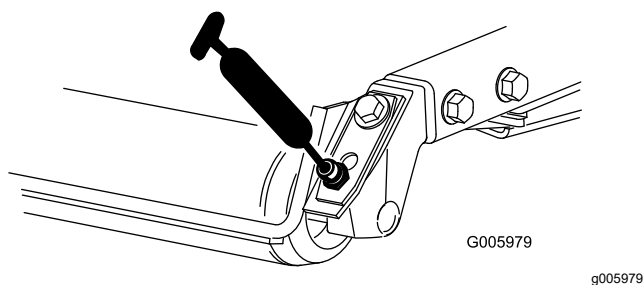

Рисунок 79
- Подшипники заднего валика (по 2 шт. на каждом режущем блоке), как показано на Рисунок 79